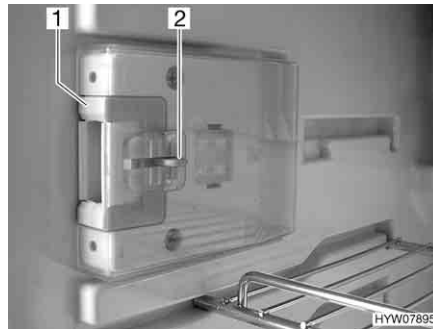
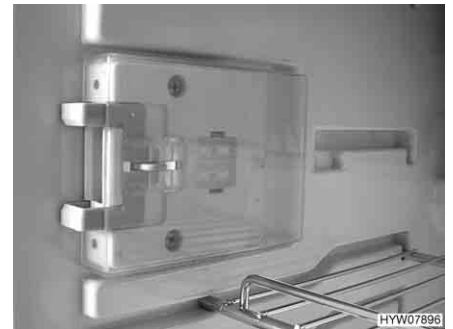

Fig. 193 Dispositivo di chiusura in posizione normale
Fig. 194 Dispositivo di chiusura in posizione di ricircolo d'aria
- Premere il dispositivo di sblocco (Fig. 193,2).
- Spingere il dispositivo di chiusura (Fig. 193,1) in avanti (Fig. 194).